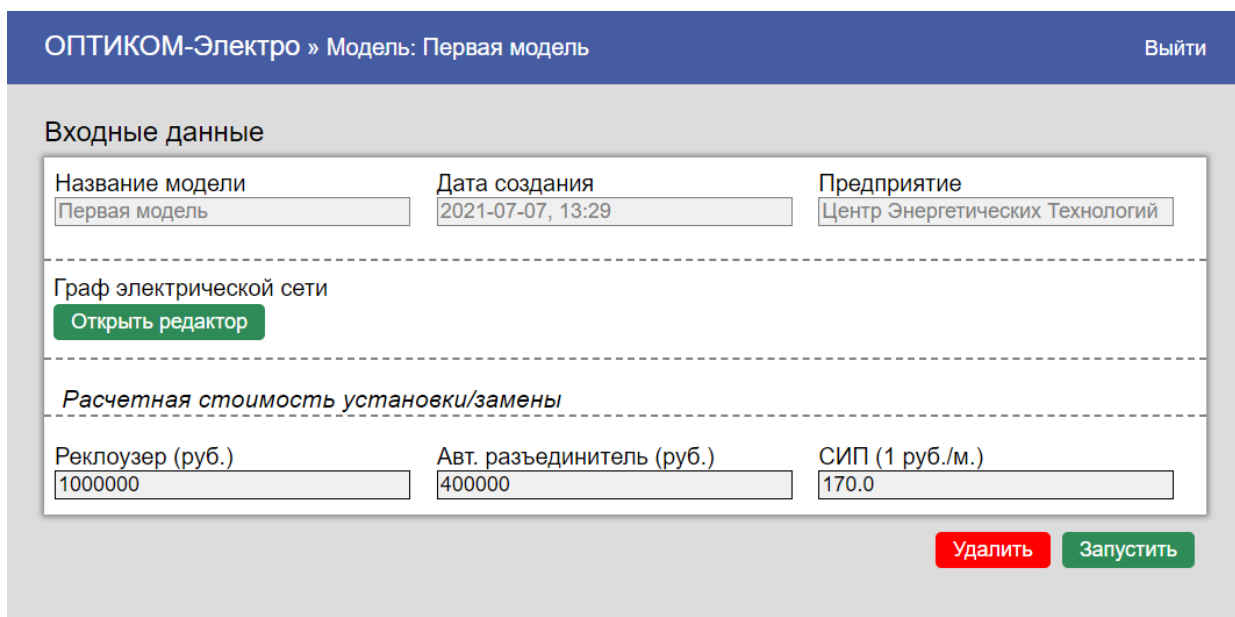

Рисунок 4. Страница созданной модели до запуска расчета
- входные данные текущей модели (рис. 4);